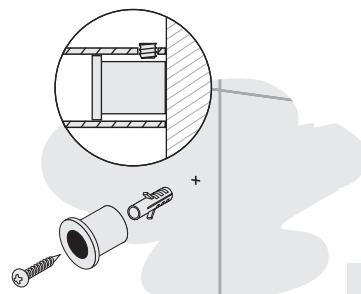

Рис.3
4.1.4. В полученных метках сделать отверстия диаметром 6 мм и произвести монтаж шайб скрытого крепления к стене с помощью саморезов и дюбелей (рис. 3).
ВНИМАНИЕ! Шайбы скрытого крепления разные. Для верхнего крепления шайбы длиннее это необходимо для монтажа полотенцесушителя при скрытом подключении. Длинные шайбы скрытого крепления позволяют при установке отодвинуть полотенцесушитель от стены для удобства соединения его к скрытой проводке. Шайбы необходимо монтировать к стене плоскостью меньшего диаметра (рис. 3).
- 4.3.4. В полученных метках сделать отверстия диаметром **6 мм** и произвести монтаж шайб скрытого крепления к стене с помощью саморезов и дюбелей, шайбы необходимо монтировать к стене плоскостью меньшего диаметра (см. **рис. 3**).